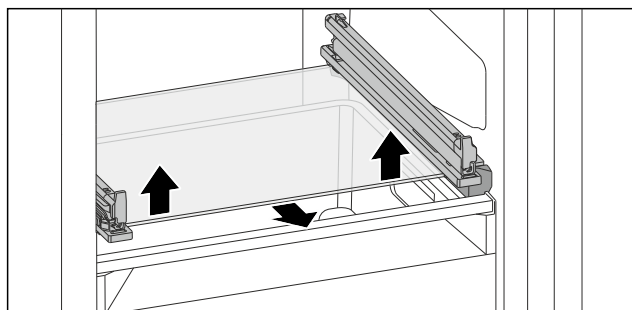

Fig. 133 Glasplatte des abklippbaren Schubfachs
- Glasplatte von unten beidseitig nach oben drücken. (siehe Fig. 133)